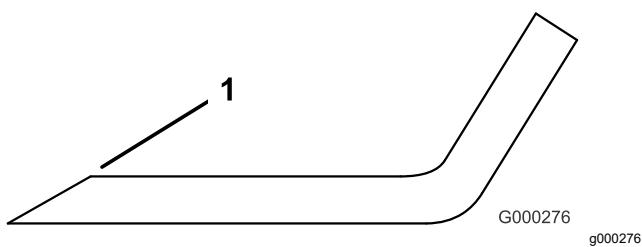

**Figure 130**
2. Examinez attentivement les tranchants de la lame, particulièrement au point de rencontre de la partie plane et de l'ailette (Figure 130).
**Remarque:** Le sable et les matières abrasives peuvent éroder le métal à cet endroit, c'est pourquoi il est important de contrôler l'état de la lame avant d'utiliser la tondeuse. Remplacez la lame si elle vous semble usée (Figure 130).